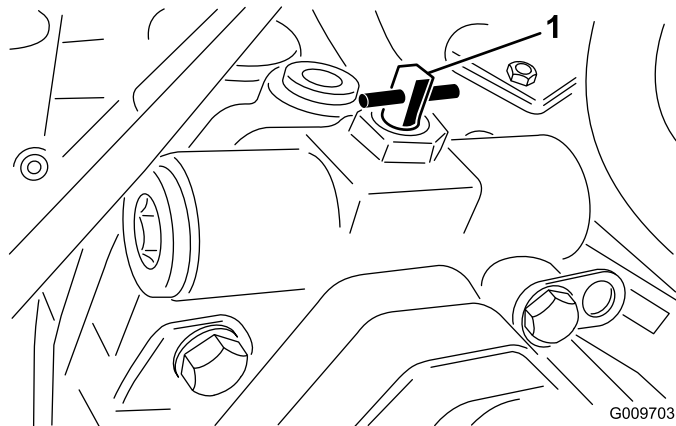

Figura 43
- Rode a válvula de derivação 90° (1/4 de volta) em qualquer direcção, para permitir a passagem interna do óleo (Figura 43). Depois de o fluido passar a máquina pode ser deslocada lentamente sem danificar a transmissão. Observe a posição da válvula quando a abrir ou fechar.